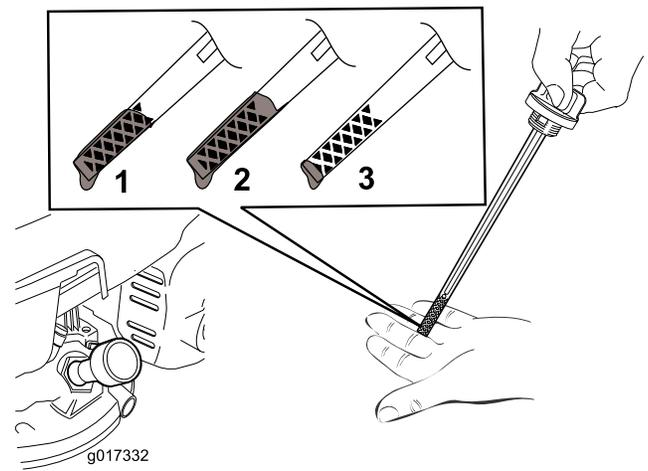

Рисунок 6
Примечание: Заливайте масло в картер двигателя до тех пор, пока масломерный щуп не покажет, что достигнут нужный уровень масла в двигателе, как показано на Рисунок 6. В случае перелива слейте некоторое количество масла из двигателя, как описано в разделе «Замена моторного масла».
2. Извлеките масломерный щуп (Рисунок 6).